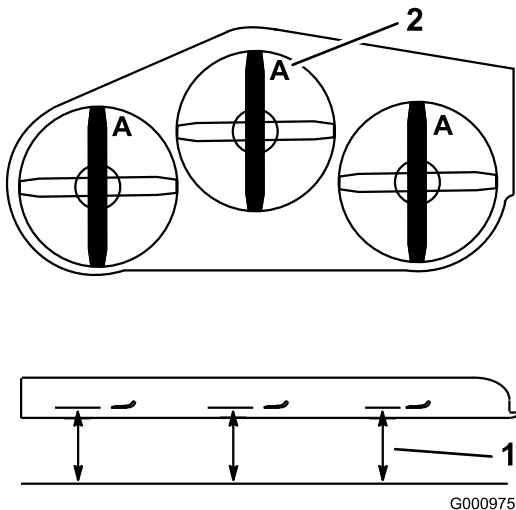

Figure 97
- Mesurez la distance entre la surface plane et le tranchant (position **A**) des lames (Figure 97).